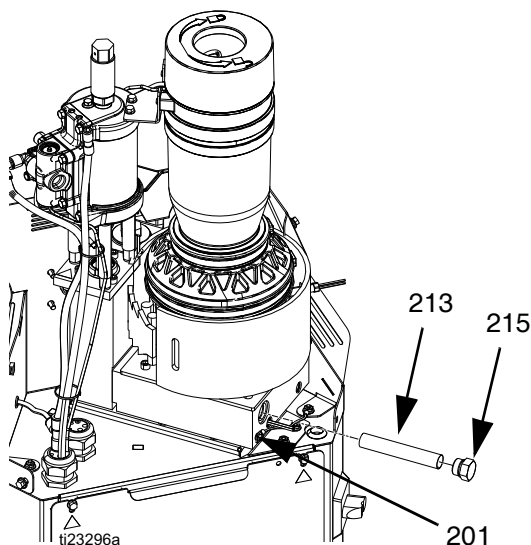

FIG. 24
NOTA: Per assicurarsi che l'adesivo sia in gel e non liquido, non rimuovere il cappuccio del filtro di ingresso (215) quando la temperatura è al di sopra del valore desiderato. Se la temperatura è troppo bassa, la viscosità dell'adesivo potrebbe essere troppo elevata per rimuovere il filtro di ingresso (213). Vedere FIG. 24, pagina 42.
6. Collocare un pezzo di cartone sotto il cappuccio del filtro di ingresso (215) per convogliare il fluido dal sistema a un contenitore di rifiuti qualora l'adesivo sia fluido.
7. Utilizzare una chiave a tubo da 25 mm (1 in.) per rimuovere il cappuccio del filtro di ingresso (215).